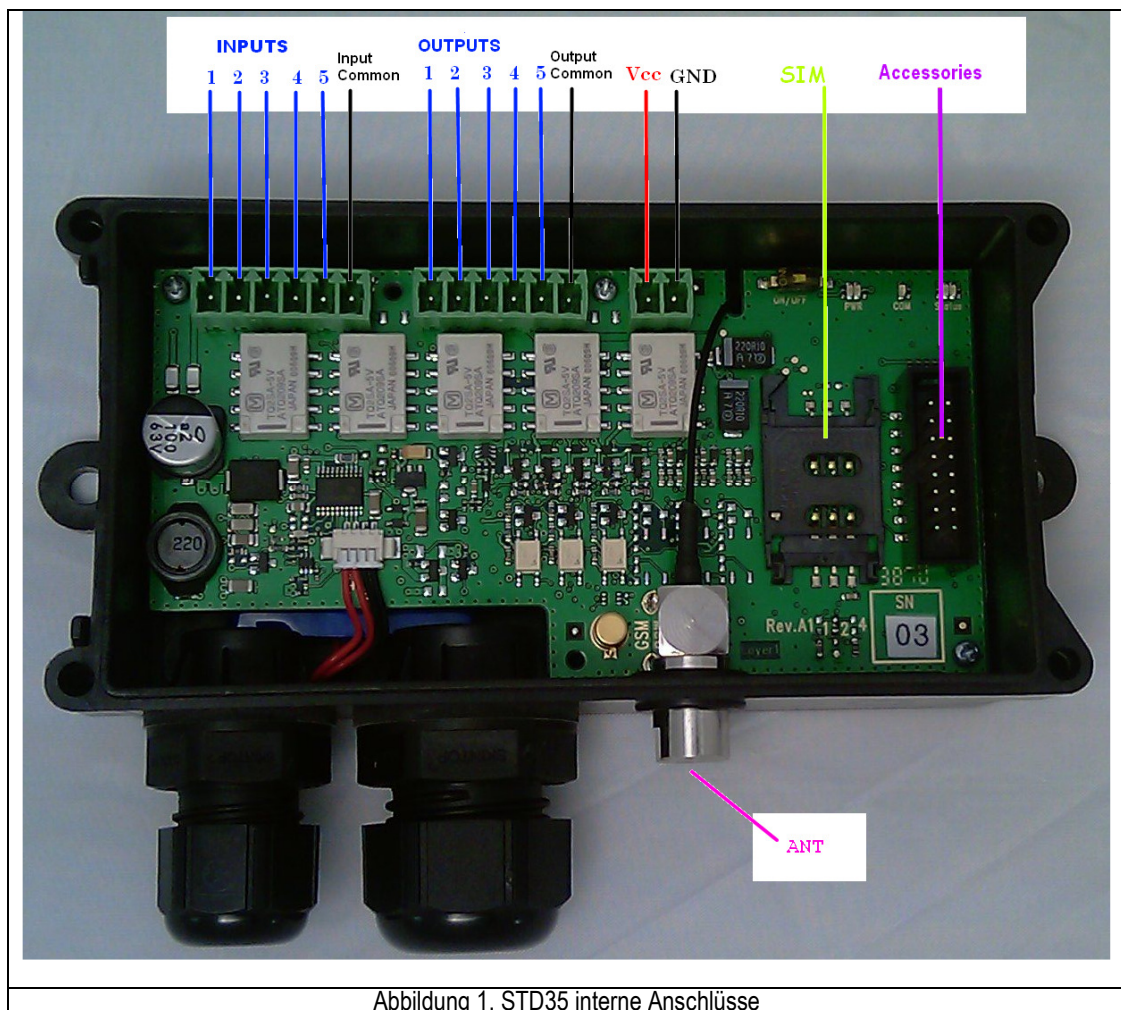

Abbildung 1. STD35 interne Anschlüsse
- Betreiben Sie das STD35 nur mit einer Betriebsspannung zwischen 5-32V DC (Gleichstrom) und beachten Sie die Polarität! (siehe Abb.1). Es ist ein stabilisiertes Netzteil mit mindestens 1A Ausgangsstrom zu verwenden (wir raten Ihnen dringend das Telic Original-Netzteil zu verwenden). Verwenden Sie ein Netzgerät als Spannungsquelle, so muss dies unbedingt den VDE-Vorschriften entsprechen!
Wie in Abb. 1 dargestellt, verfügt das STD35 über drei Schraubklemmen. Die eine Klemme ist für die 5 Eingänge (Inputs, 3 digital und 2 analog/digital). Die andere Klemme ist für die 5 Ausgänge, die alle von Relais geschaltet werden. Und die dritte Schraubklemme ist für die Spannungsversorgung.
Danach stellen Sie die Verbindung zur Versorgungsspannung mittels der dafür vorgesehenen Schraubklemme (s. Abb.1) her.
Bitte beachten Sie dringend die Polung (s. Abb.1) und ob Ihnen ein geeignetes Netzteil (s. 3.Betriebsbedingungen) zur Verfügung steht.